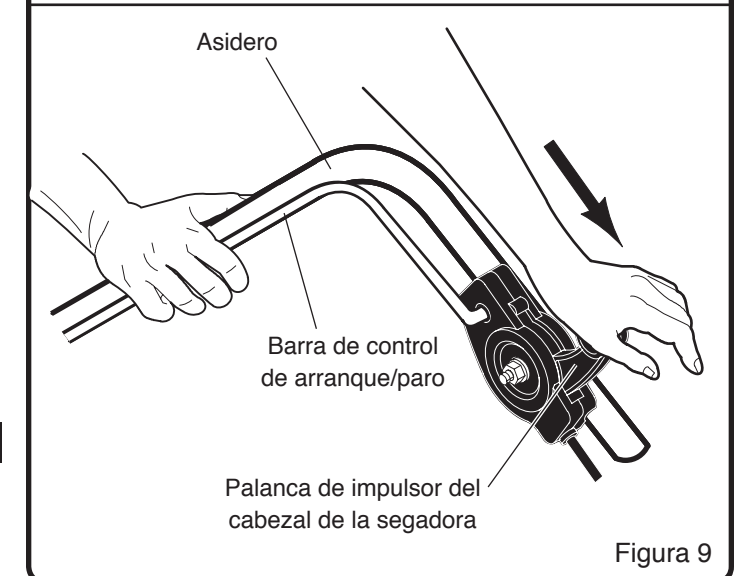

Figura 9
2. Apretar y sujetar la barra de control de arranque/paro contra la manija. (Véase la figura 9).
Soltar la barra de control de arranque/paro (Véase la figura 9). Esto desengranará la palanca del impulsor del cabezal de la segadora y desengranará el cabezal de la segadora